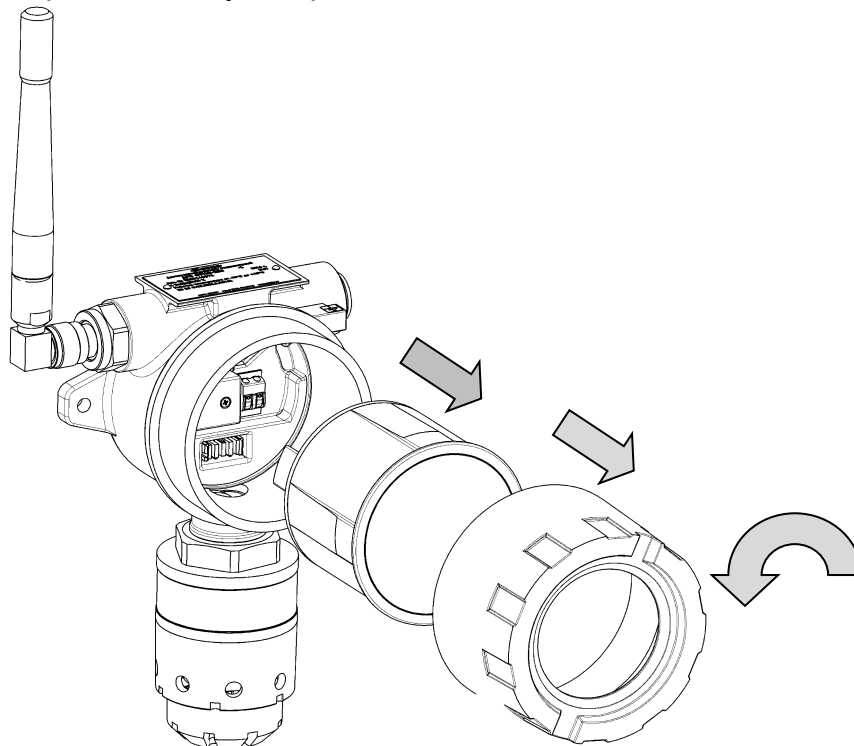

Рисунок 18 – Схема разбора ДГС ЭРИС-210
- а) Открутить стопорный винт в крышке газоанализатора (рис.18).